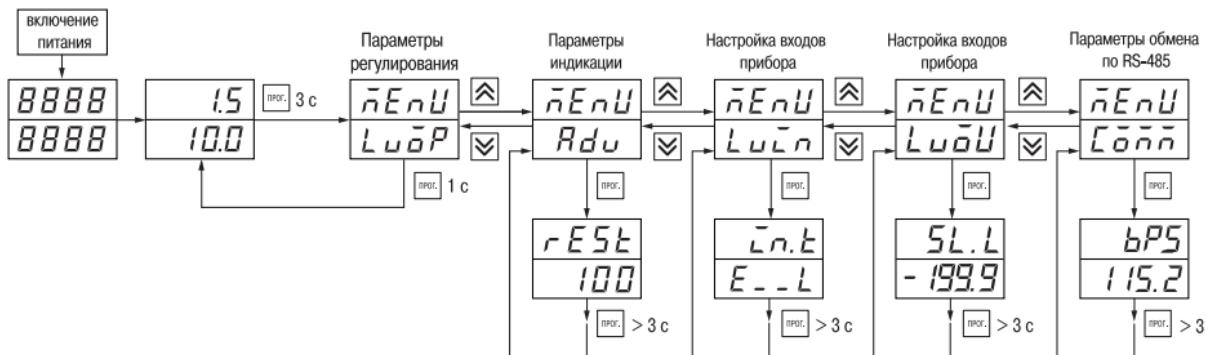

Рис. 19
7.1.2. Основные параметры прибора TPM201 объединены в 5 групп *ЛогP*, *Rdu*, *LusP*, *LusL* и *Лонн*, составляющие меню прибора (рис. 19). Полный список программируемых параметров приведен в Прил. Б.